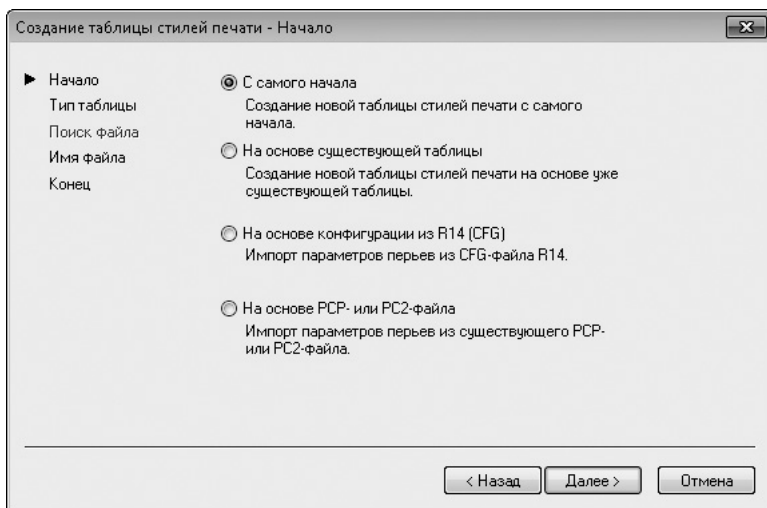

Рис. 8.18. Первое окно мастера стилей печати
1. Из первого окна мастера можно почерпнуть информацию о его назначении и о таблицах стилей печати в целом. Щелкните на кнопке **Далее**, чтобы начать работу. Откроется окно, в котором необходимо выбрать способ создания новой таблицы (рис. 8.18).